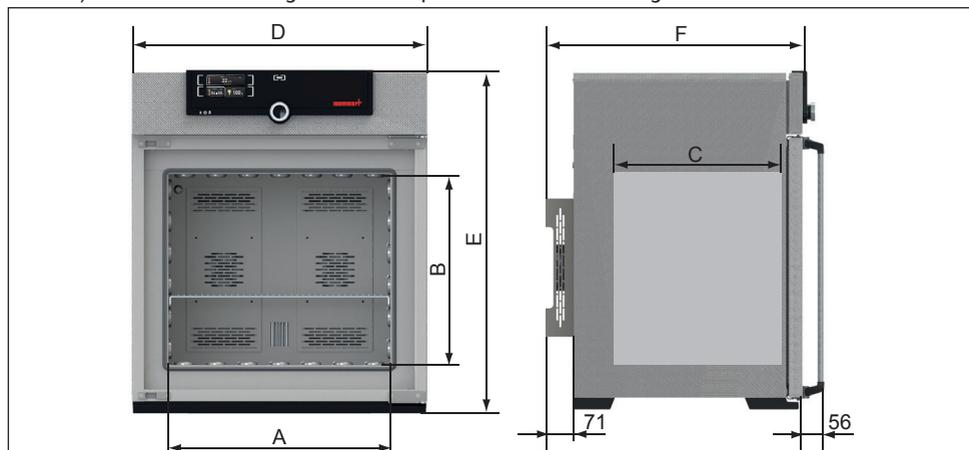

Abb. 5 Abmessungen
* Siehe Abb. 5 auf Seite 13.
¹ Siehe Abb. 5